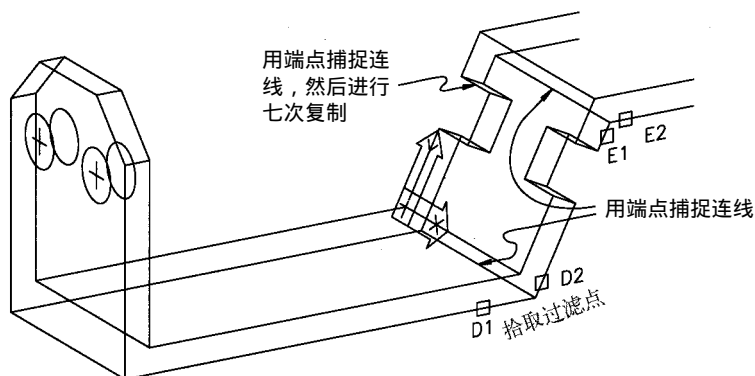

图 2-56
13) 沿 Z 轴的负方向 0.25 单位将斜面上的线进行复制。紧接着用端点捕捉方式作出凹槽一边到另一边的连线。然后生成连线的 7 个复制对象以连接凹槽面的边，如图 2-56 所示。
14) 设置倒圆半径为0, 用FILLET命令连接斜面底部的边。在图 2-56中拾取靠近标有D1和D2、E1和E2的点。在AutoCAD R12后的版本中, 能够根据UCS所处的方位进行倒圆。而对于早期版本, UCS必须位于使其XY平面平行于对象所在的平面才能倒圆。现在, 模型看起来如图2-56所示。